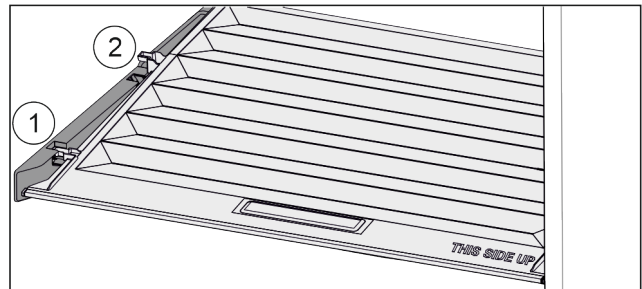

Fig. 25
- ▶ Tirer le couvercle vers l'avant jusqu'à dans l'orifice des pièces de retenue Fig. 25 (1).
- ▶ Le soulever par le bas à l'arrière et le sortir par le haut Fig. 25 (2).